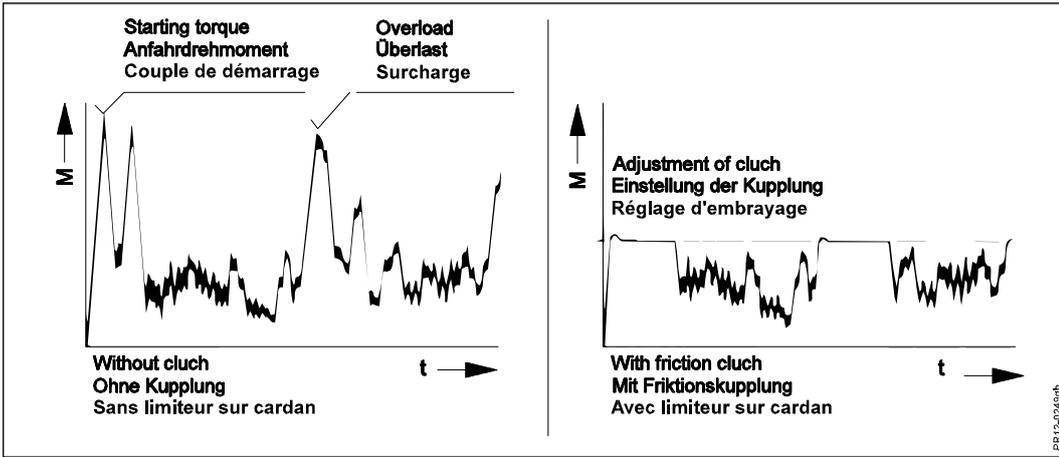

Fig. 5-1
**Fig. 5-1** Pour protéger le tracteur et la machine, le cardan est équipé d'un limiteur à friction. Le graphique montre que le limiteur protège la transmission contre les surcharges et peut transmettre le couple nominal même en cas de patinage.